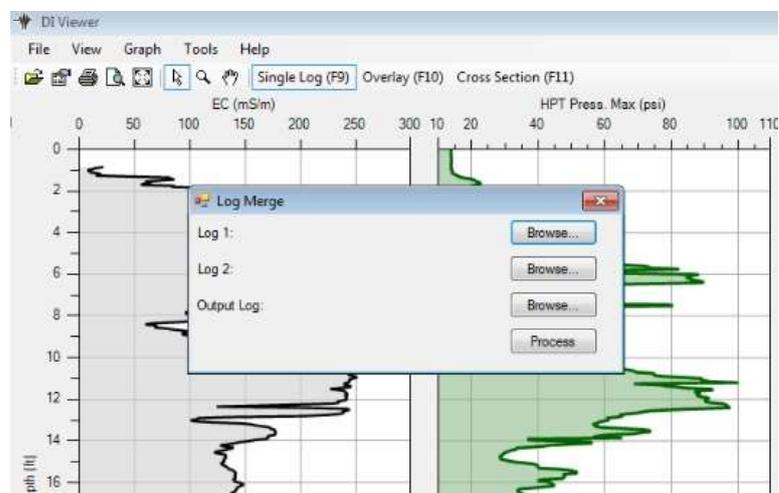

Figure 6 : Boîte de dialogue pour la fonction *Log Merge* (Fusion de profils).
2. Sélectionnez *Log Merge*, ce qui fera apparaître une boîte de dialogue (Figure 6).